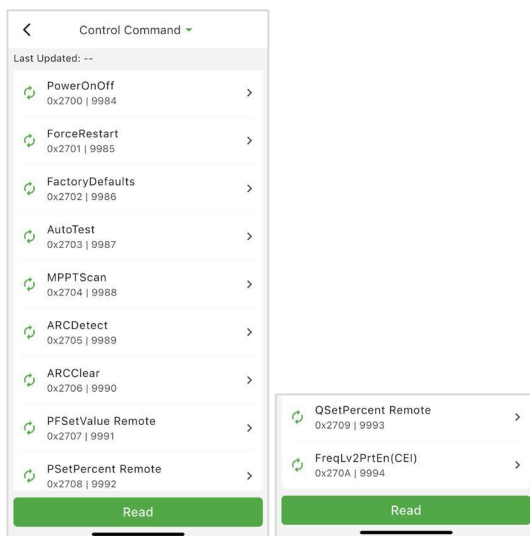

Fig. 6-29 Comando de control
(1) Ajuste de PF: ajuste el valor de PF
**AVISO:** La potencia reactiva se puede modificar ajustando el factor de potencia. (2). Curva PF(P): modo de curva PF
**AVISO:** El factor de potencia cambia según los cambios de potencia, tal y como se muestra en la Fig. 6-29: